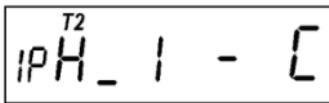

Рисунок 4.6
Рисунок 4.6 свидетельствует о наличии отрицательных значений углов напряжений (I), наличии фазы А (1), отсутствии фазы В, которое индицируется символом "–" (дефис) и наличии тока в фазе С при отсутствии напряжения в этой фазе, черточка снизу перед фазой А обозначает выход значения напряжения фазы за задаваемые пределы, в данном случае – снизу. Т2 – текущий тариф.